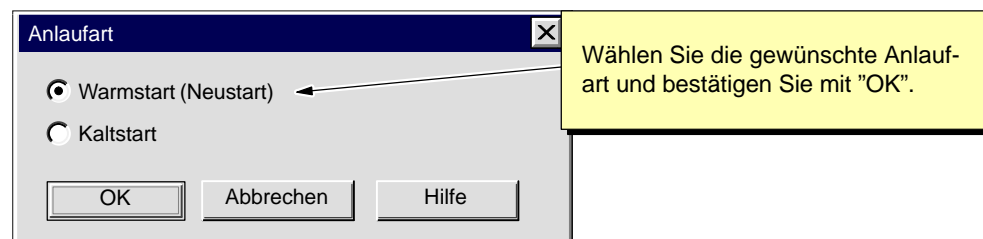

Bild 4-8 Auswählen von Kaltstart oder Warmstart
- Wenn Sie den Betriebszustand mit einem der Befehle aus dem Menü **CPU** (**CPU > RUN** oder **CPU > RUN-P**) wechseln, zeigt WinLC RTX das Dialogfeld "Anlaufart" an, in dem Sie Warm- oder Kaltstart angeben können (siehe Bild 4-8). Wählen Sie die gewünschte Anlaufart aus und bestätigen Sie mit "OK".